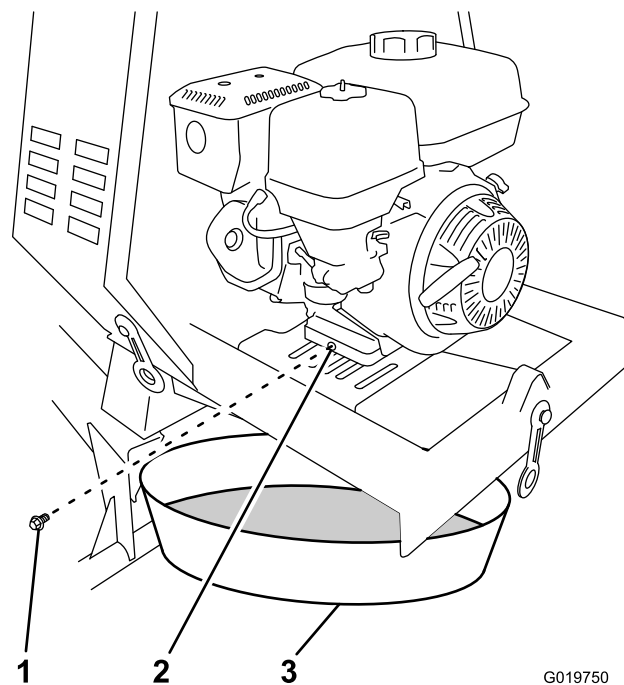

Figure 34
3. Placez un bac de vidange sous l'orifice de vidange d'huile du moteur (Figure 34).
4. Retirez le bouchon de vidange et laissez l'huile s'écouler dans le bac de vidange (Figure 34).
5. Lorsque la vidange d'huile est terminée, remettez le bouchon de vidange en place avec une rondelle neuve (Figure 34).